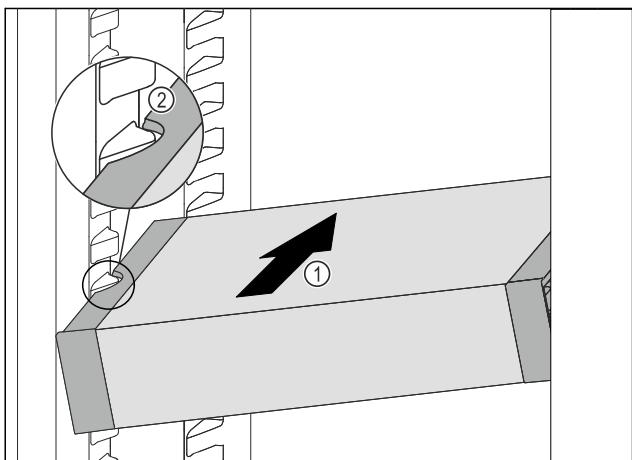

Fig. 71
- Вдвигайте VarioSafe под наклоном в холодильное отделение Fig. 71 (1), пока боковые выемки Fig. 71 (2) VarioSafe не окажутся на высоте выступа резервуара в холодильном отделении.